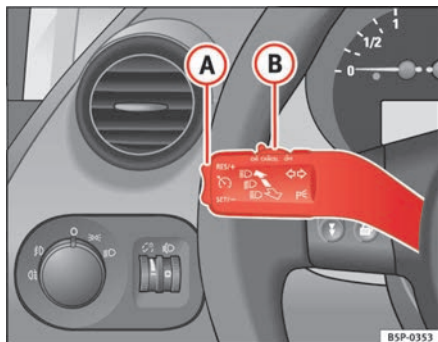

Abb. 145 Blinker- und Fernlichthebel: Schalter und Wippe für die Geschwindigkeitsregelanlage
- Schieben Sie den Schalter ⇒ Abb. 145 (B) nach links auf **ON**.